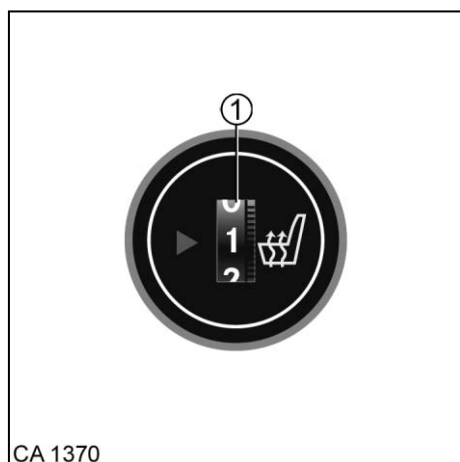

Fig. 35 Chauffage de siège
1. Régler le thermostat (Fig. 35/1) sur la puissance de chauffage souhaitée.